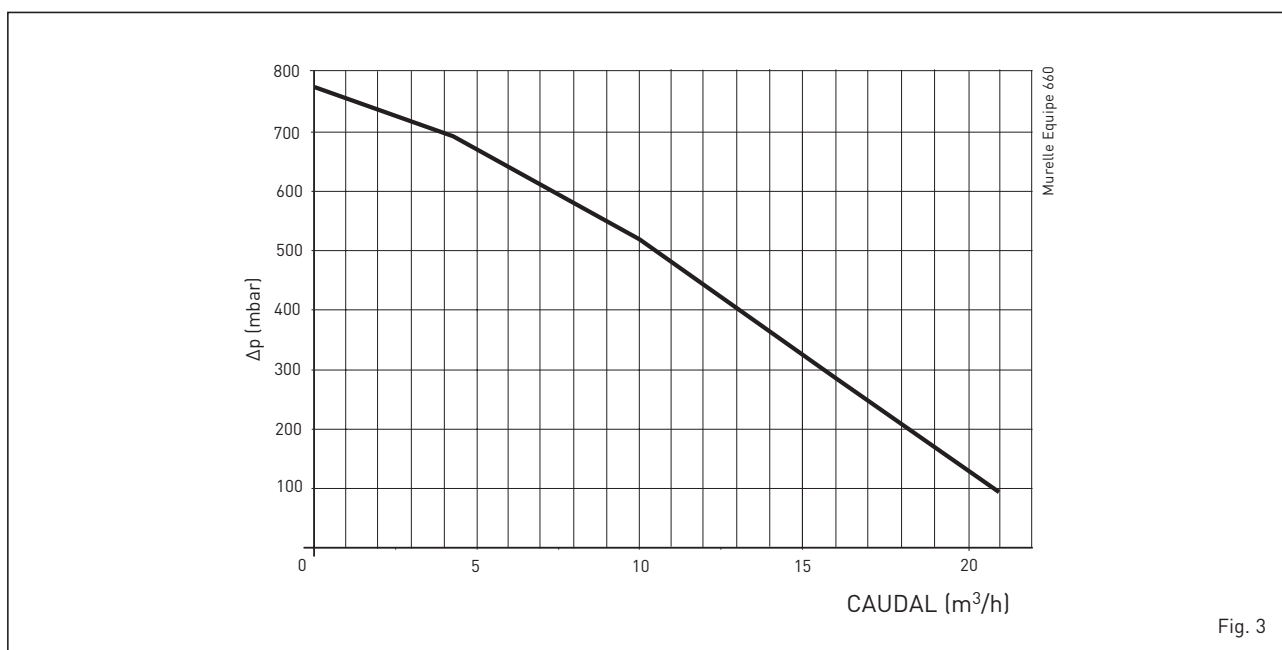

Fig. 3
1.5 PREVALENCIA RESIDUAL DISPONIBLE EN LA INSTALACIÓN EN LOS EMPALMES DE IDA Y RETORNO DE LOS COLECTORES (fig. 3)